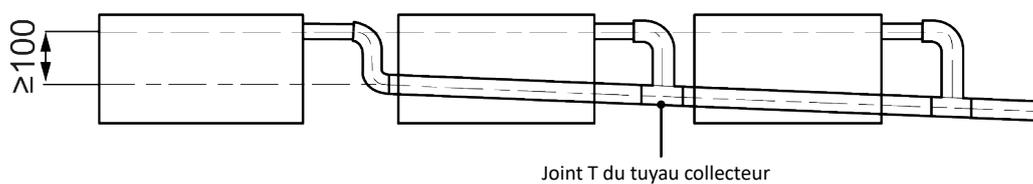

Fig. 4.3.4
- 4 Lors du raccordement de plusieurs tuyaux d'évacuation, suivez les consignes comme indiqué dans la Fig.4.3.4.